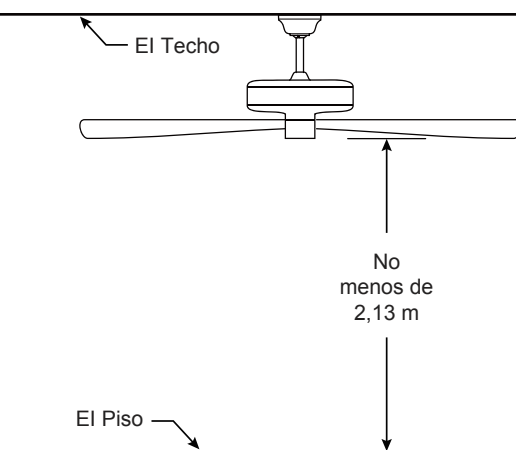

Figura 2
- ☐ 2. Instale la unidad de carcasa en el soporte utilizando las dos ranuras principales de conexión. Vuelva a colocar el tornillo retirado previamente y asegure los tres tornillos. (Figura 2)
Debe colgar el ventilador a una distancia mínima de 2,13 m desde las aspas hasta el piso. (Figura 2)